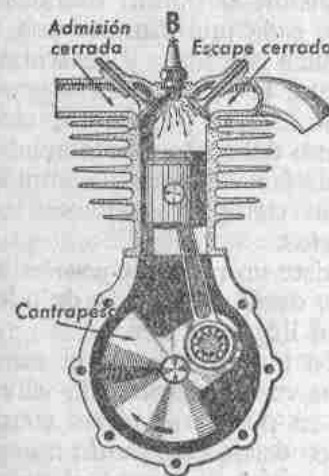

Fig. 13.—Explosión. El pistón baja fuertemente empujado por la inflamación de los gases al saltar la chispa en la bujía.
**Tercer tiempo: Explosión** (fig. 13).—En el momento que los gases se encuentran fuertemente comprimidos en la cámara de explosión, salta en la bujía *B* la chispa que los inflama; la fuerza de la explosión lanza el pistón del p.m.s. al p.m.i., transmitiéndose por la biela al cigüeñal y su volante un fuerte impulso que éste recibe.